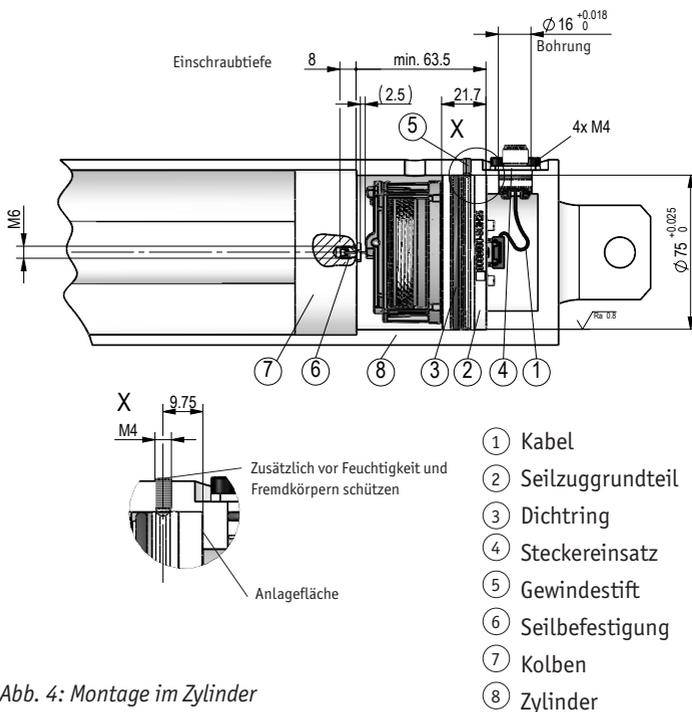

Abb. 4: Montage im Zylinder
### Montage (Abb. 4):
- Das Kabel ① (z.B. KV1H) ohne Flanschgehäuse am Seilzuggrundteil ② vom SGH25 einstecken. Das Kabel ① (z.B. KV1H) sollte beim Einbau in die Richtung des Kabelausganges vom Zylinderunterteil zeigen.
- Der SGH25 wird mit eingefettetem Dichtring ③ vorsichtig in das Zylinderunterteil gepresst. Es muss darauf geachtet werden, dass der Steckereinsatz ④ und das Kabel nicht eingeklemmt werden, sondern dass der Steckereinsatz durch den Steckerausgang am Zylinderunterteil nach außen gezogen wird. Der Steckereinsatz wird mit dem Flanschgehäuse incl. gefettetem O-Ring gefügt und 4x an der vorgesehenen Stelle verschraubt. Die Axialsicherung kann, wie in Abb. 4 dargestellt, mit einem Gewindestift ⑤ erfolgen. Den Gewindestift erst leicht anziehen (ca. 0.5 Nm) und anschließend wieder ca. 0.5 Umdrehungen zurückdrehen. Der Gewindestift muss je nach Umgebungsbedingung abgedichtet werden.
Nähere Informationen zum Einbau finden Sie im Kapitel 4.1 \(Abb. 4\)